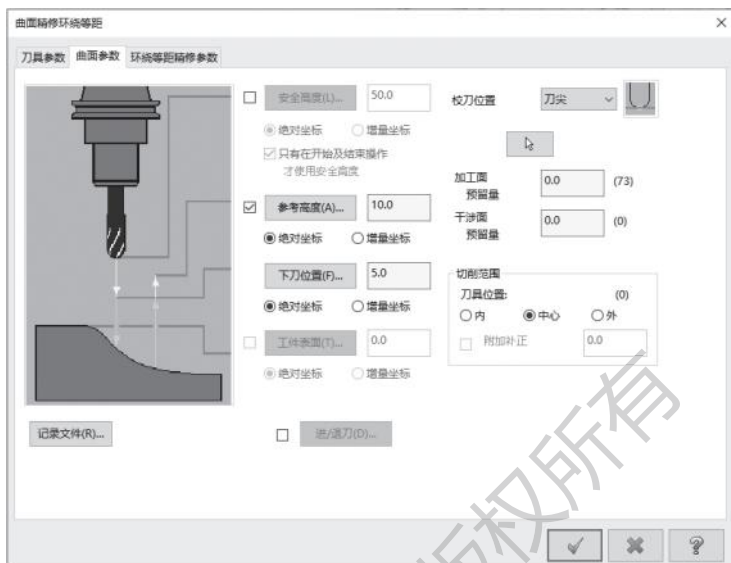

图 9-33 曲面参数设置
3) 打开【曲面参数】选项卡, 勾选【参考高度】复选项并设置为 10.0mm, 【下刀位置】为 5.0mm, 选择所有【绝对坐标】选项, 设置【加工面预留量】和【干涉面预留量】都为 0.0mm, 如图 9-33 所示。